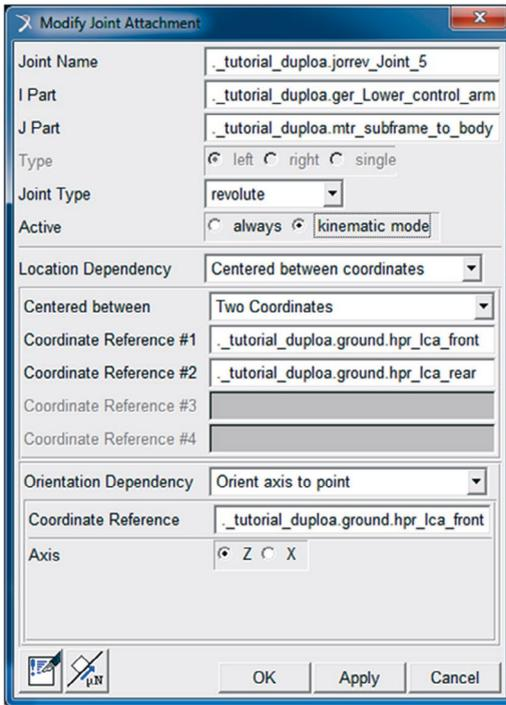

Figura 5.159 – Alterando para *kinematic mode* a opção *Active* em ambas as juntas *jorrev_Joint_5* e *jorrev_Joint_6*.
- Desta forma, clique com o botão direito sobre a *Joint_5* (Figura 5.124) e altere o campo denominado *Active* para a opção *kinematic mode* como é mostrado a seguir, Figura 5.159